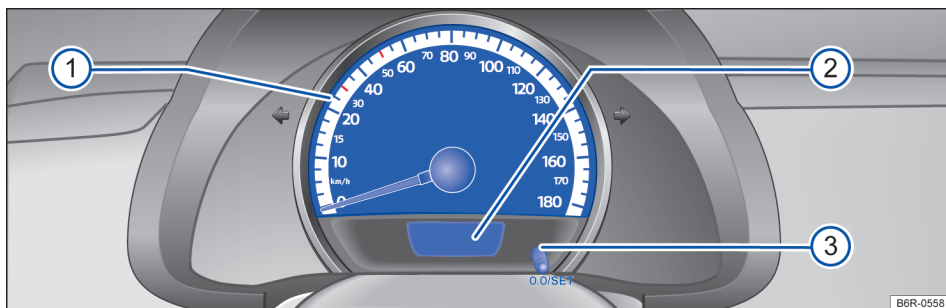
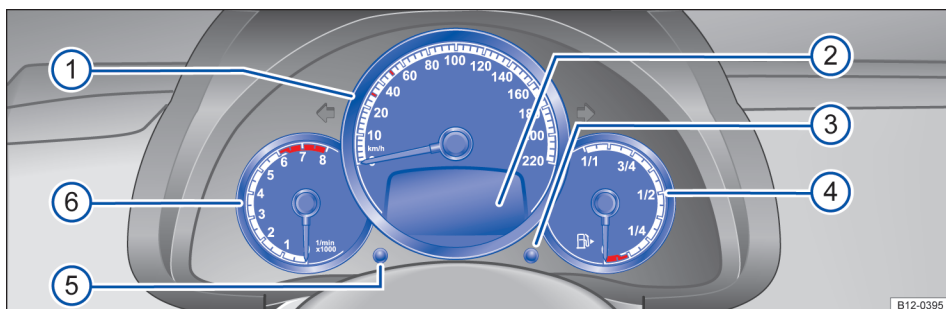

Fig. 10 Instrumento combinado no painel de instrumentos: variante 1.
Fig. 11 Instrumento combinado no painel de instrumentos: variante 2.
Alguns controles e funções aqui representados pertencem a determinados modelos e versões ou são opcionais → Fig. 11.
Significado dos instrumentos → Fig. 10 ou → Fig. 11:
- ① **Velocímetro** (indicador de velocidade).
- ② **Indicadores do display** → Página 18.
- ③ **Botão para zerar o hodômetro parcial (trip)** com ignição ligada e motor desligado.
- Pressionar o botão **0.0/SET** por aproximadamente 3 segundos para zerar o hodômetro parcial e, se necessário, outros indicadores do indicador multifunções → Fig. 10.
- ③ **Botão para reinicializar o indicador do intervalo de serviço** → Página 25.
- ③ **Botão de ajuste do relógio** ou para alternar entre o **indicador da temperatura do líquido de arrefecimento do motor e o relógio** → Fig. 10.
- Alterar visualização relógio / temperatura do líquido de arrefecimento do motor: Ignição ligada. Manter pressionado **0.0/SET** (3), a indicação presente começa a piscar. Acionar brevemente o botão **0.0/SET** (3) para comutação entre a visualização do relógio ou temperatura do líquido de arrefecimento do motor.
④ **Indicador do nível de combustível** → Página 23.
⑤ **Botão de ajuste do relógio.**
- Com a ignição ligada¹⁾, para ajustar o relógio, se necessário, alterar para o indicador do relógio, pressionar a chave → Página 26 ② para cima ou para baixo ou pressionar o botão de ajuste → Fig. 11 ⑤.
⑥ **Tacômetro (conta-giros)** (rotações x 1000 por minuto do motor em funcionamento).